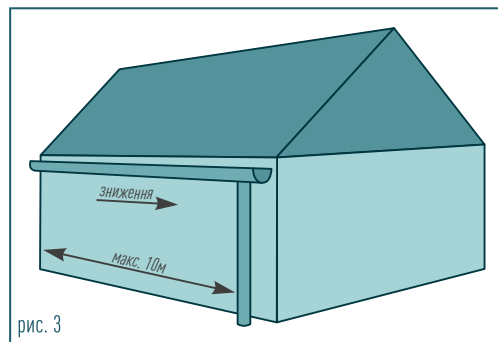

рис. 3
- Площина до 100 м² (рис. 3) – слід змонтувати одинарний спуск, беручи до уваги зниження 5 мм/пог.м. (довжина ринви на один спуск не може перевищувати 10 м.)